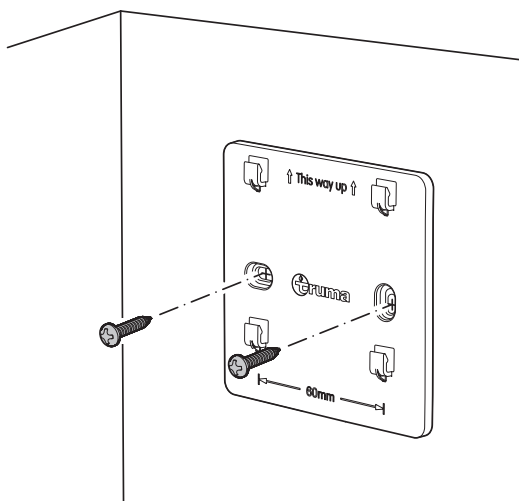

Fig. 17
- Para fijar la placa de montaje, atornille ambos tornillos de media caña para madera en la pared utilizando un destornillador de estrella (Fig. 17).